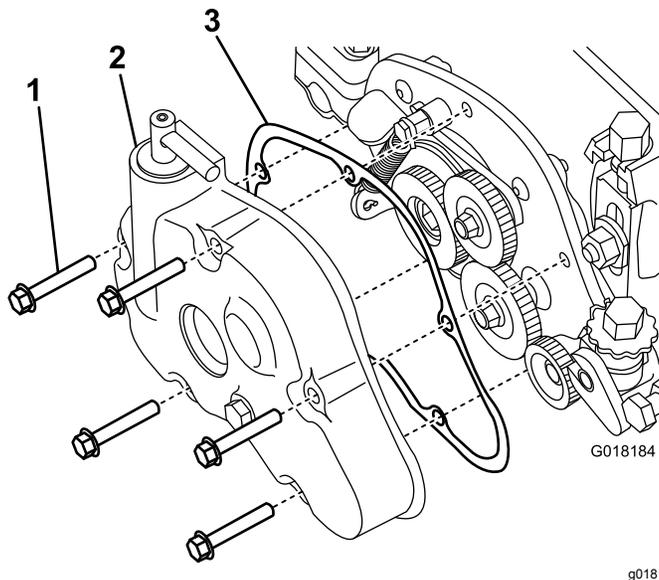

Figura 15
13. Encha a cobertura da caixa das engrenagens com cerca de 0,15 litros de Mobil XHP-221 ou equivalente e monte-a na caixa do rastelo com a junta no meio utilizando 5 parafusos (Figura 15).